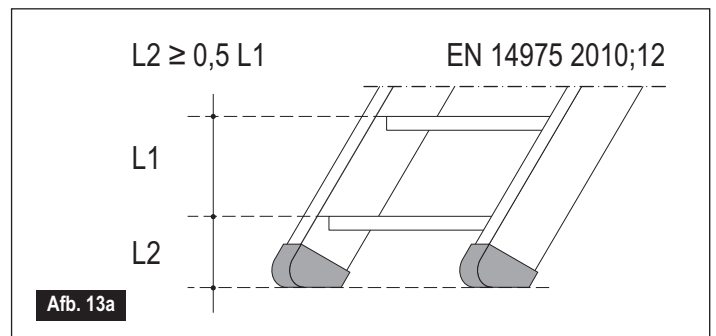

Abb. 13a
- Die erste Stiege darf nicht kleiner als die Hälfte der nächsten Stiege sein (Abb. 13a).